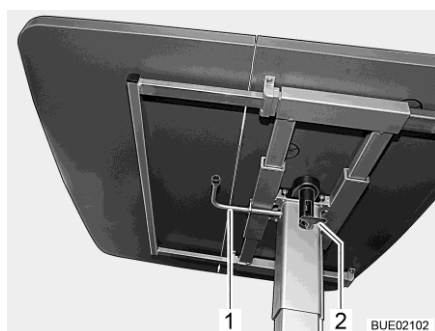

Fig. 131 Table à hauteur réglable
- Rabattre le levier de verrouillage (Fig. 131,2) vers le bas.
- Faire pivoter le levier (Fig. 131,1) sous le plateau de table à 180° dans le sens des aiguilles d'une montre. Le mécanisme de réglage de hauteur se trouvant dans le pied de table est déverrouillé.
- Faire pivoter le levier (Fig. 131,1) sous le plateau de table à 180° dans le sens des aiguilles d'une montre. Le plateau de table s'élève alors automatiquement jusqu'à la butée de fin de course.